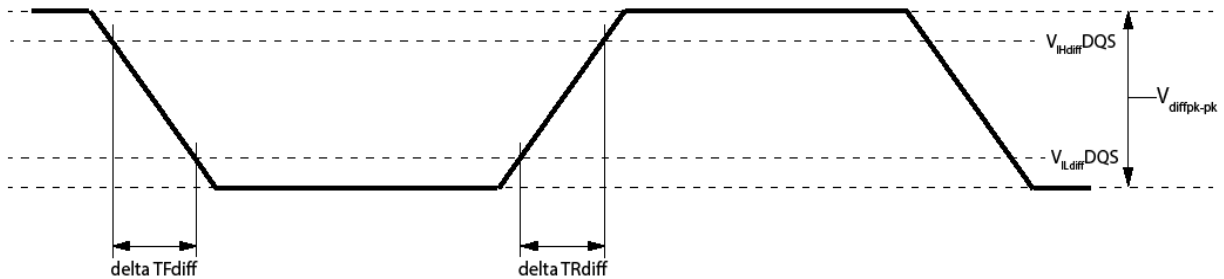

Figure 14 — Differential Input Slew Rate Definition for DQS_t, DQS_c
- $V_{diffpk-pk}$ defined in **Figure 14**